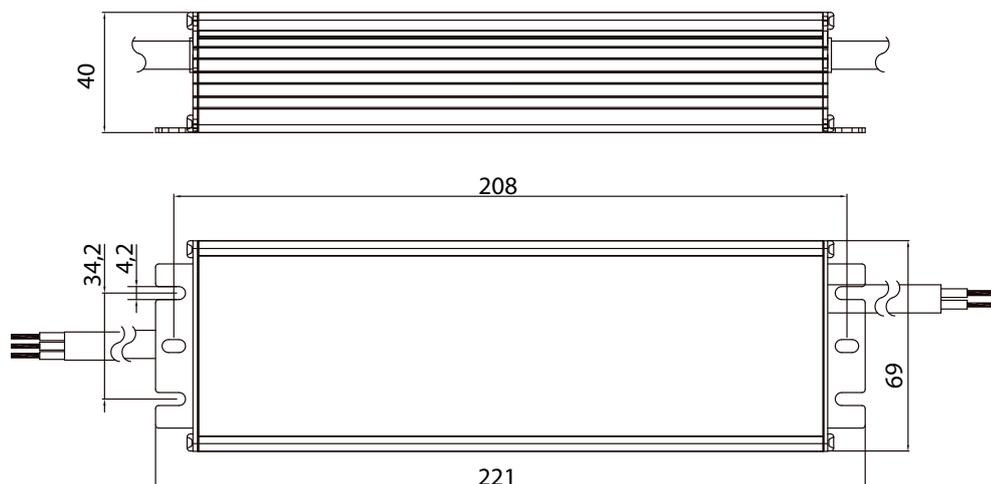

Bild 2: Geräte Maße
- Am Montageort vier Bohrungen entsprechend der in Bild 2 angegebenen Maße vornehmen.